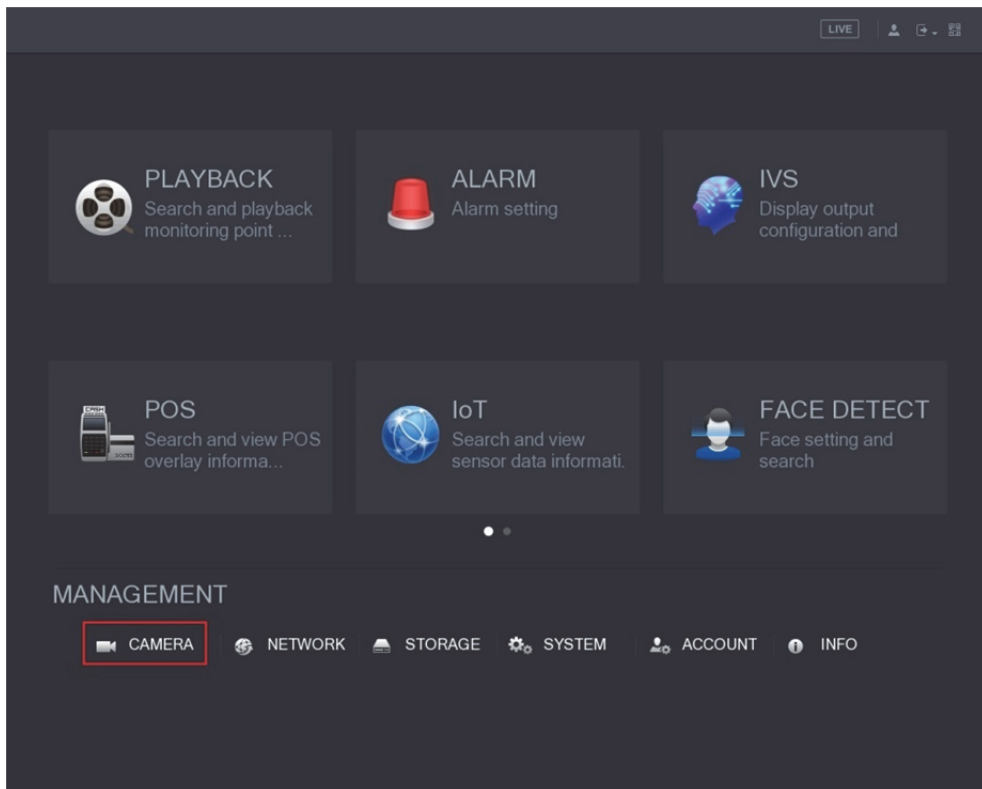

Abbildung 4-2
Die Maske **Hauptmenü** (Main Menu) wird angezeigt. Siehe Abbildung 4-2.
Schritt 1. Wählen Sie im **Hauptmenü** (Main Menu) (Abbildung 4-2) **KAMERA > CODIEREN > Codieren** (CAMERA > ENCODE > Encode).